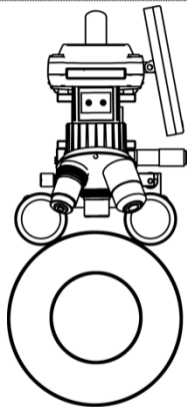

图 4
2) 将设备放置在滚筒的居中位置上如(图 4), 如仪器和版辊放置不水平, 会出现因为滚筒弧面结构而导致的拍摄聚焦景深不同, 屏幕显示的图像将会出现有局部画面不清晰影响测量精度。严重情况下也可能导致仪器从版辊上滑落跌损。